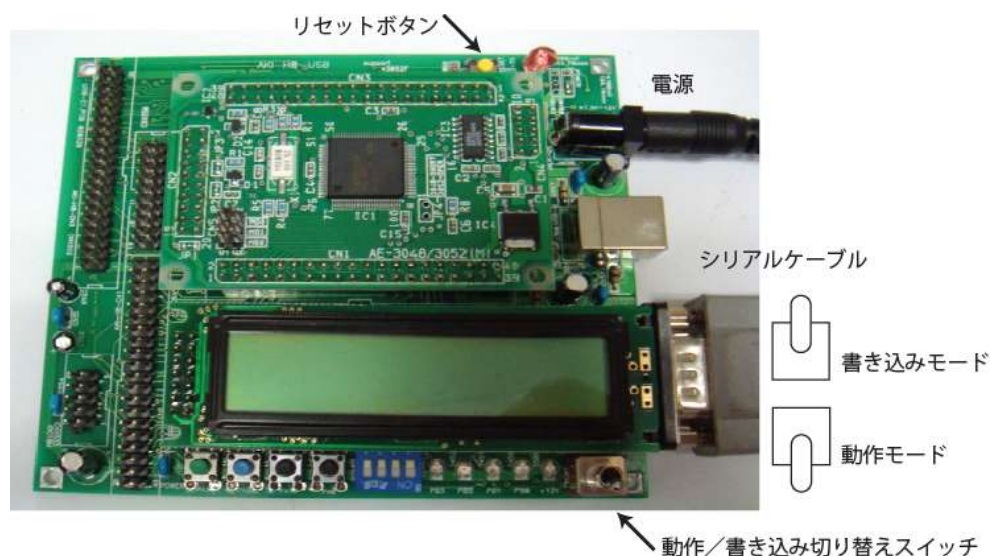

図 14 動作/書き込みモード切り替えとリセットボタン
#### (2) H8 マイコンの準備 (図 14)
#### (4) H8 マイコンの駆動 (図 14)